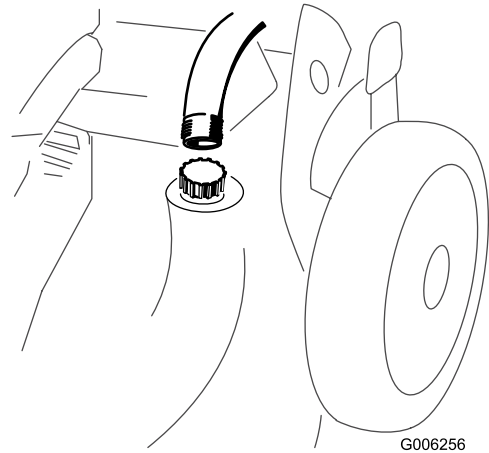

Bild 34
3. Befestigen Sie einen Gartenschlauch, der an einen Wasserhahn angeschlossen ist, am Spülanschluss am Rasenmähergehäuse (Bild 34).